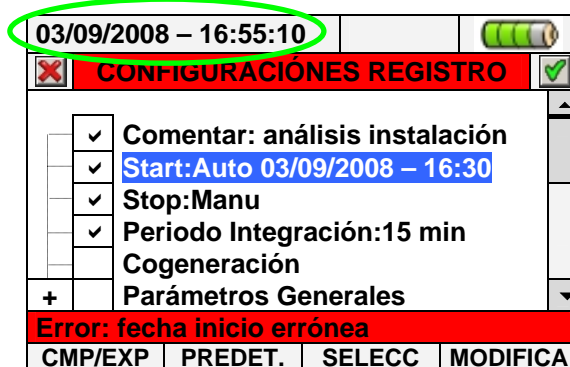

Fig. 131: Fecha/Hora incorrecta
3. Pulse la tecla **SAVE** para guardar cada programación efectuada. En caso de error de programación en el instrumento aparece la pantalla de error mostrada en la Fig. 131. Pulse la tecla **F4** (o bien **MODIFICAR** en el visualizador) y repita las operaciones del punto 2 insertando una fecha/hora coherente. En estas condiciones la tecla **SAVE** no tendrá efecto hasta reprendre la correcta operación.